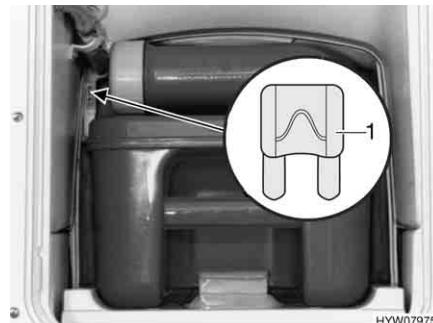

Fig. 82 Fusibile della toilette Thetford
- Sostituire il fusibile (Fig. 82,1 o Fig. 83,1).